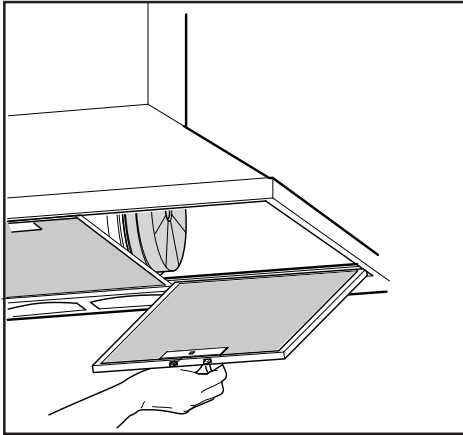

Fig.6
• Минимальная дистанция между опорной нагревающейся плоскостью и нижней частью кухонного дымохода должна быть не менее 65 см. Если применяется соединительная труба из двух и более частей, то верхняя часть должна располагаться снаружи нижней части. Не соединять выброс из вытяжки с каналом циркуляции горячего воздуха или с каналом, используемым для отвода дыма от устройств, запитываемых иной энергией кроме электрической. Перед тем как приступить к сборке устройства, для облегчения его монтажа отсоедините фильтр/жироулавливающий фильтр (рис.6). В том случае, если прибор монтируется с вытяжным устройством, рекомендуется обеспечить помещение выводным отверстием.